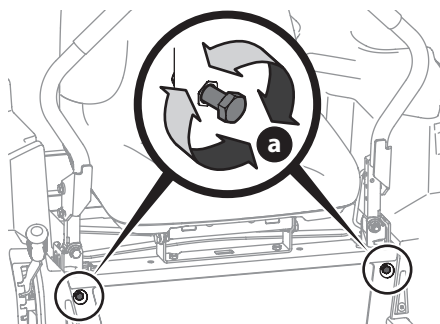

Figure 45
2. Repérez les boulons de réglage (a) des barres de conduite à l'avant du châssis du siège (Figure 45).
3. Pour réduire la vitesse en marche avant, tournez les boulons de réglage (a) vers la droite. Pour augmenter la vitesse en marche avant, tournez les boulons de réglage (a) vers la gauche. Tournez les boulons de réglage (a) des barres de conduite dans la direction nécessaire d'un quart de tour à la fois. Après avoir ajusté les boulons de réglage (a), conduisez l'appareil pour vérifier le réglage (Figure 45).